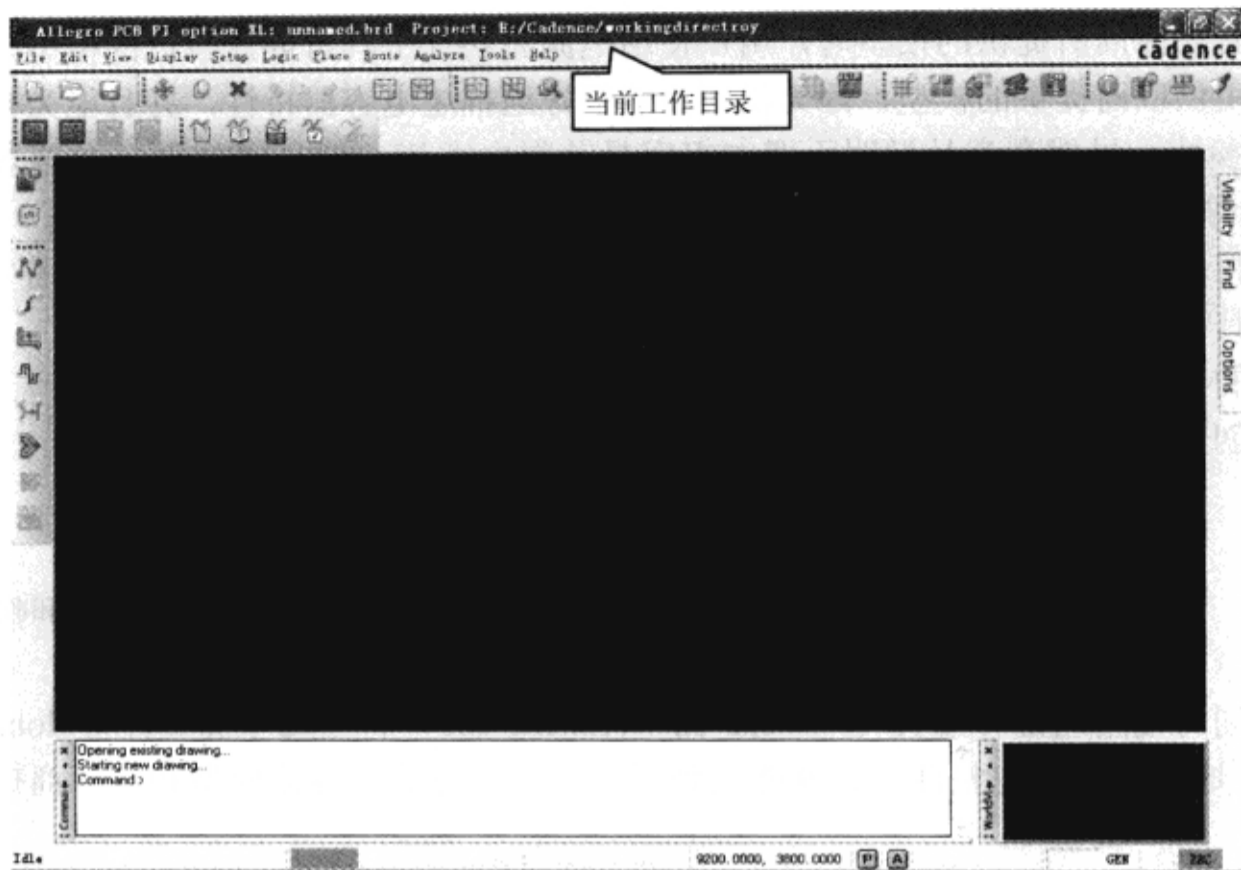

图 10-6-2 Allegro PCB PI option XL 窗口
(2) 在“Select the Product”列表框中选择“Allegro PCB PI option XL”→单击“OK”按钮，弹出 Allegro PCB PI option XL 窗口。在 Allegro PCB PI option XL 窗口顶部显示了当前的工作目录，这是 Allegro PCB PI option XL 保存当前设计文件的目录，如图 10-6-2 所示。